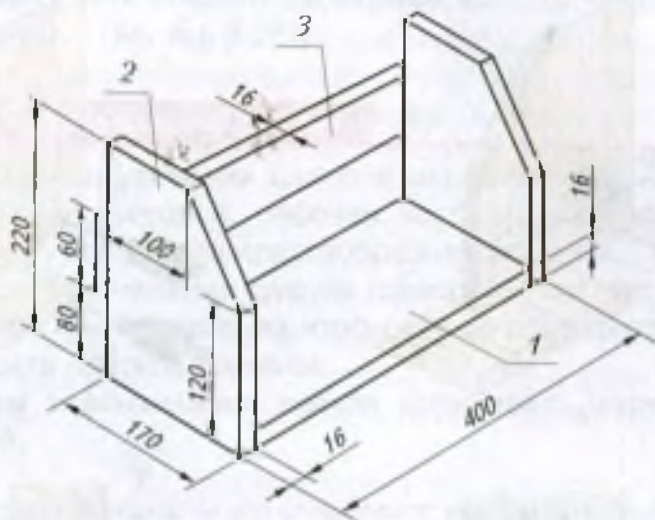

Рис. 57. Настольная полка для учебников: 1 – основание; 2 – боковая стенка; 3 – планка
5. Просверлите предварительно размеченные заготовки: детали «карандашница» (см. рис. 41), разделочная доска «рыбка» (см. рис. 21), детали настольной полки (см. рис. 57), полочки для цветов (см. Приложение, рис. 172) или детали вашего проектного изделия.
Рассмотрим последовательность соединения деталей с помощью саморезов на примере крепления боковой стенки к основанию изделия «настольная полка для учебников» (рис. 57).
6. Соедините шурупами (саморезами) детали изделий: домик для птиц (см. рис. 10), настольная полка для учебников (см. рис. 57), подставка для ручек и карандашей (см. Приложение, рис. 170), настольная полочка для лазерных дисков (см. Приложение, рис. 171), полочка для цветов (см. Приложение, рис. 172) или детали своего проектного изделия.